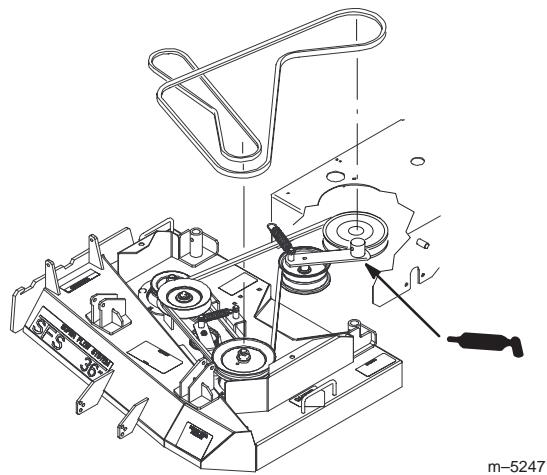

Figure 32
2. Lubrifiez le graisseur sur le pivot du bras de la poulie de tension de la courroie d'entraînement de la PdF (Fig. 32).